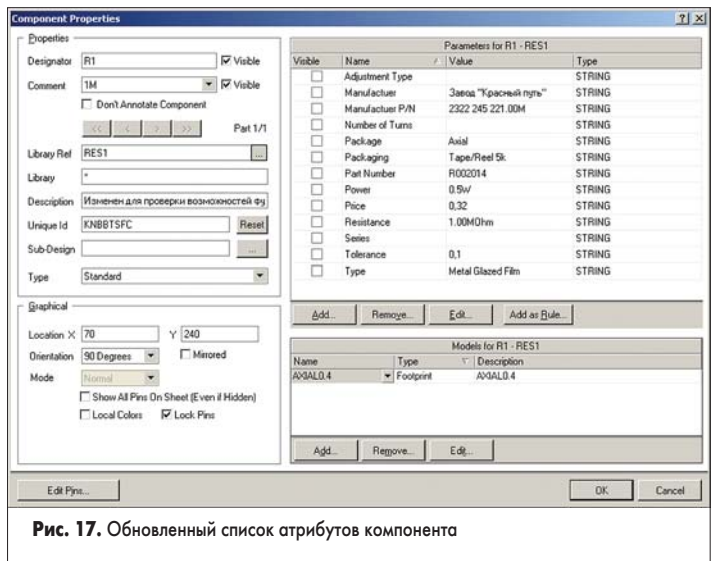

Рис. 17. Обновленный список атрибутов компонента
54. В документе 4 Port UART and Line Drivers.schdoc найдем резистор R1 и выполним на нем двойной щелчок мышкой — откроется окно Component Properties, содержащее обновленный список параметров (рис. 17).